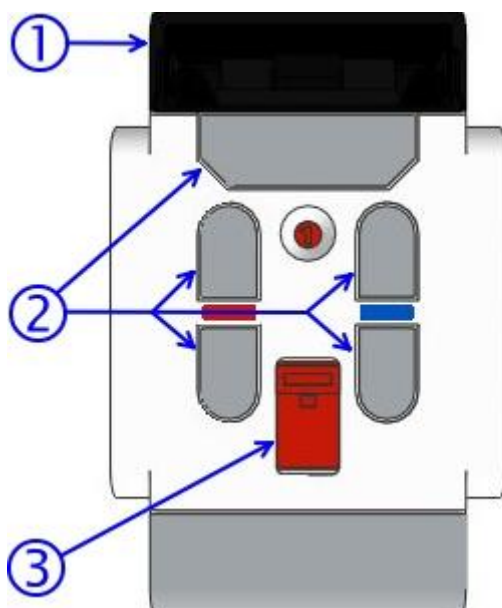

Рис.5
7. Пользуясь инфракрасным маяком, направляйте передатчик сигнала (**Рис. 5 поз. 1**) в сторону робота. Между маяком и роботом должны отсутствовать любые препятствия! Благодаря широкому углу обзора инфракрасный датчик уверенно принимает сигналы, даже если маяк располагается позади робота!
8. На корпусе маяка расположены 5 серых кнопок (**Рис. 5 поз. 2**), нажатия которых распознает инфракрасный датчик, и передает коды нажатий в программу, управляющую роботом.
9. С помощью специального красного переключателя (**Рис. 5 поз. 3**) можно выбрать один из четырех каналов для связи маяка и датчика.
Пользуясь инфракрасным маяком, направляйте передатчик сигнала (**Рис. 5 поз. 1**) в сторону робота. Между маяком и роботом должны отсутствовать любые препятствия! Благодаря широкому углу обзора инфракрасный датчик уверенно принимает сигналы, даже если маяк располагается позади робота!
На корпусе маяка расположены 5 серых кнопок (**Рис. 5 поз. 2**), нажатия которых распознает инфракрасный датчик, и передает коды нажатий в программу, управляющую роботом.
С помощью специального красного переключателя (**Рис. 5 поз. 3**) можно выбрать один из четырех каналов для связи маяка и датчика. Сделано это для того, чтобы в непосредственной близости можно было управлять несколькими роботами.